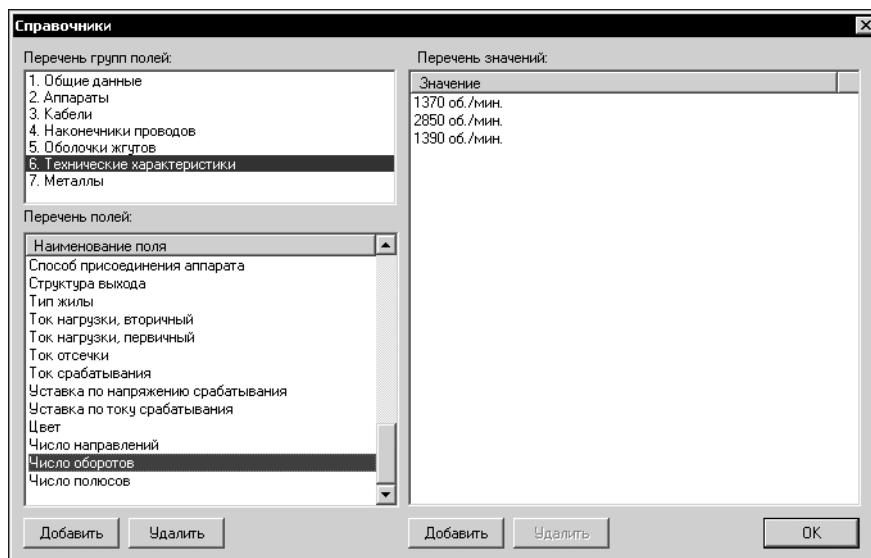

Рис. 6.1. Диалог **Справочники**
1. Чтобы начать работу со справочниками, вызовите команду **Сервис — Справочники**. На экране появится диалог **Справочники** (рис. 6.1, табл. 6.1).
Вы можете добавлять и удалять поля. Эти операции производятся в диалоге **Справочники** (см. рис. 6.1).
Вы можете добавлять и удалять значения полей. Эти операции производятся в диалоге **Справочники** (см. рис. 6.1).